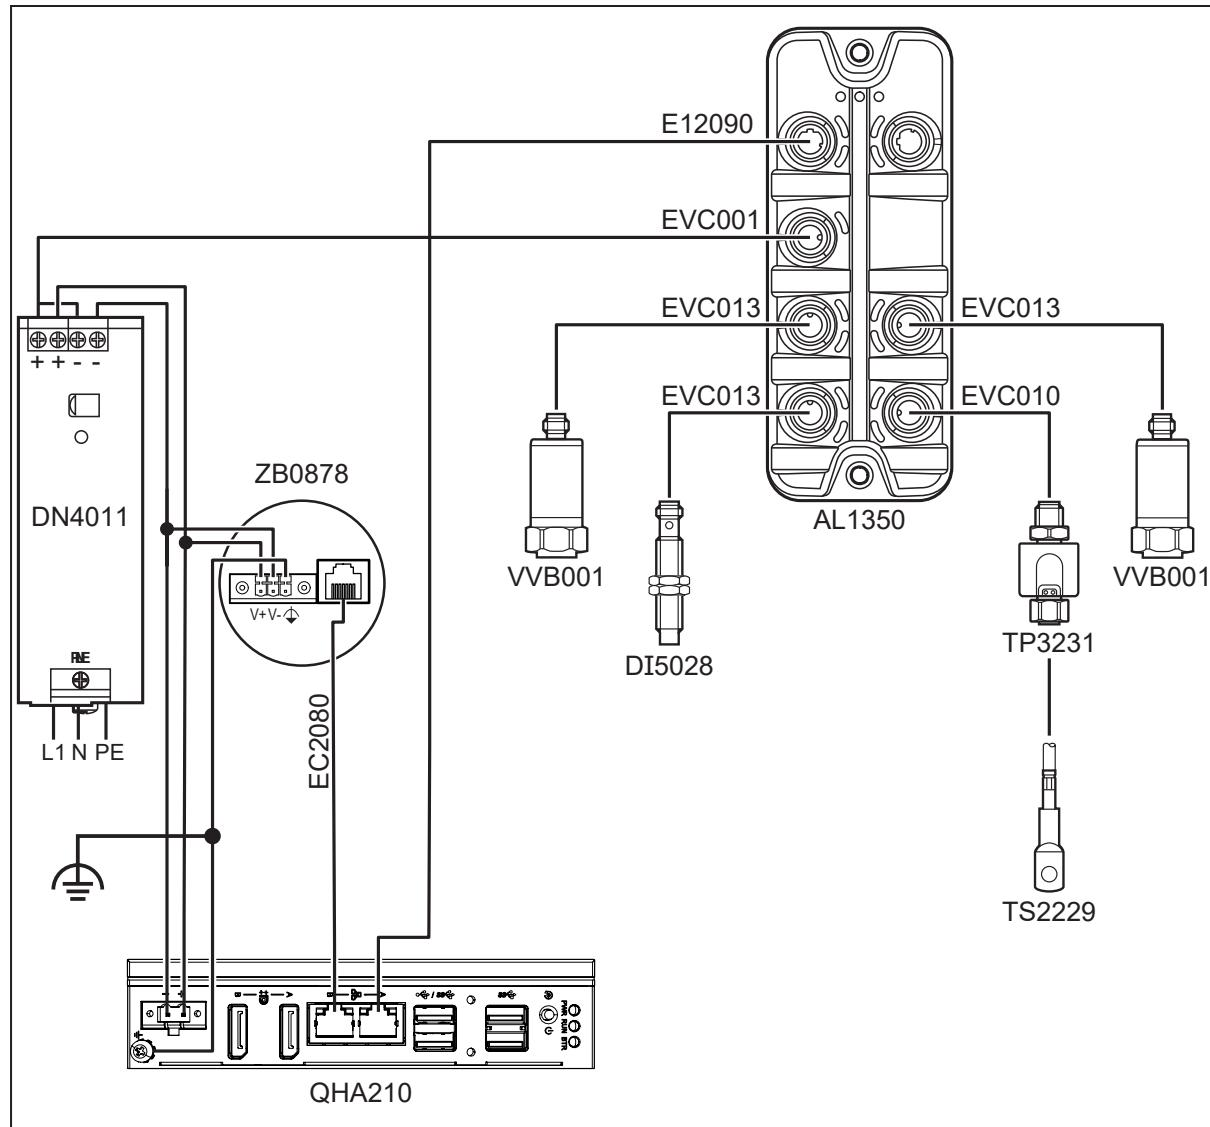

Fig. 4: Plan de connexion
- ▶ Relier les AL1350 et ZB0878 via l'interface Ethernet avec le QHA210, en respectant l'affectation de l'interface (→ Fig. 4).
- !** Respecter la connexion de la terre fonctionnelle (FE) (→ Fig. 4).